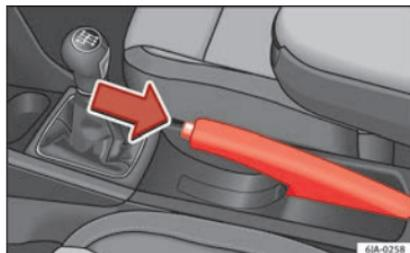

Fig. 175 Consola central: freno de mano.
- Tire ligeramente de la palanca hacia arriba y **al mismo tiempo** presione el botón de desbloqueo » fig. 175.